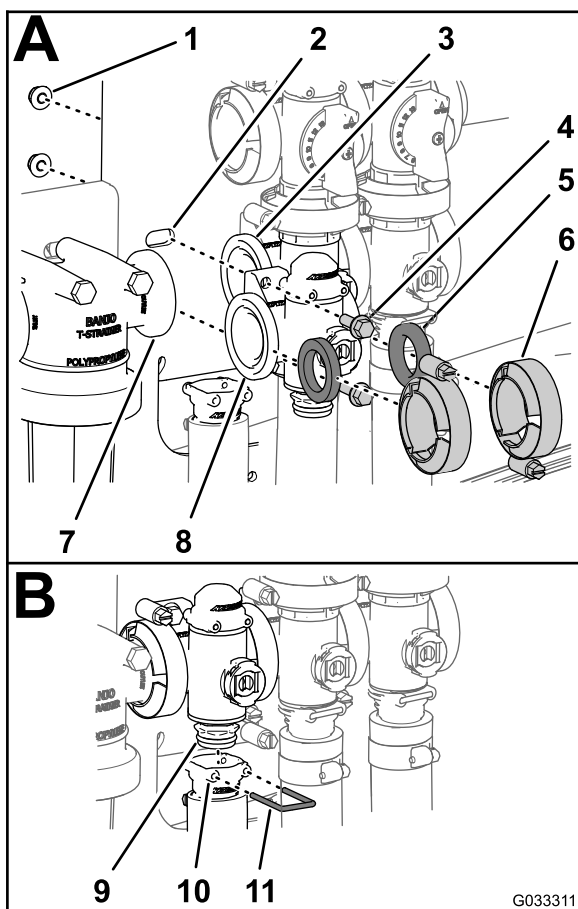

Рисунок 80
1. Установите прокладку между фланцами коллектора клапана управления нормой внесения и головкой фильтра линии нагнетания (Рисунок 80А).
фланцевого хомута, затянув его вручную (Рисунок 80А).
5. Присоедините клапан управления нормой внесения к опоре крепления при помощи 2 болтов с фланцевыми головками и 2 фланцевых контргаек (Рисунок 80А), снятых при выполнении действий, описанных в пункте 3 раздела Демонтаж коллектора клапана управления интенсивностью опрыскивания \(страница 73\), и затяните гайку и болт с моментом от 10 до 12 Н·м.
6. Установите выпускной штуцер на штуцер муфты в нижней части коллектора клапана управления нормой внесения (Рисунок 80В).
7. Прикрепите выпускной штуцер к штуцеру муфты, вставив держатель в гнездо выпускного штуцера (Рисунок 80В).
2. Смонтируйте коллектор клапана управления нормой внесения, прокладку и головку фильтра линии нагнетания с помощью фланцевого хомута, затянув его от руки (Рисунок 80А).
3. Установите прокладку между фланцами клапана управления нормой внесения и коллектором клапана перемешивания (Рисунок 80А).